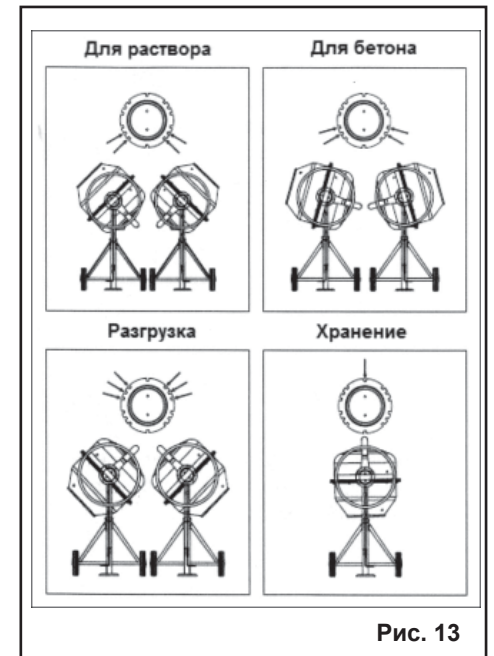

Рис. 13
Положения бетоносмесителя под разными углами наклона показаны на Рис. 13.
7.9. Храните бетоносмеситель в перевернутом положении (Рис. 13) ёмкости или в разобранном виде в сухом, защищенном